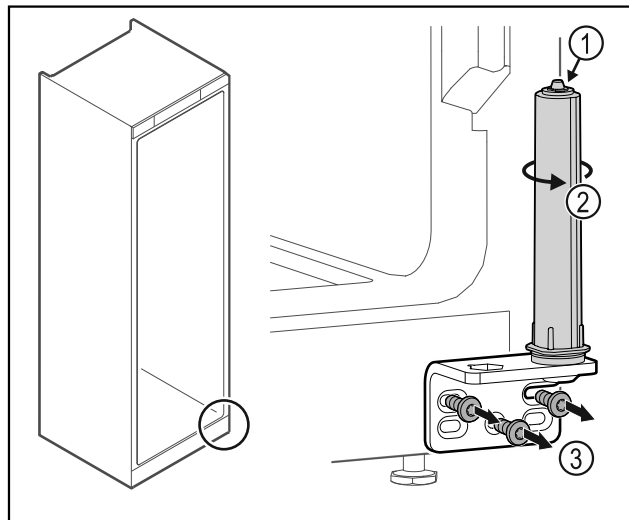

Fig. 38
- ▶ Не разбирайте систему закрытия двери Fig. 38 (1).
- ▶ Поворачивайте систему закрытия Fig. 38 (2) до щелчка.
- ▶ Отвинтите шарнирные уголки Fig. 38 (3).